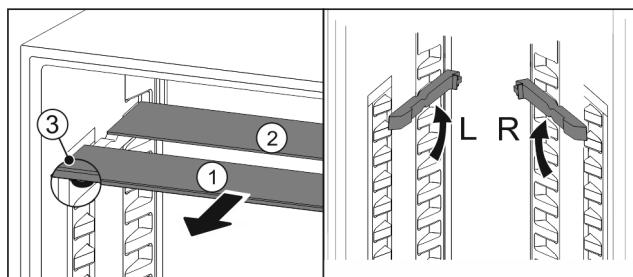

Fig. 25
- Посуньте Fig. 25 (1) скляну панель вперед.
- Скляна панель Fig. 25 (1) з декоративною планкою лежить спереду.
- Стопори Fig. 25 (3) показують вниз.